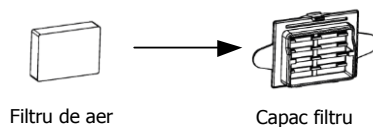

Fig. 19-7
(1) Atașați filtrul de aer de capul filtrului, așa cum se arată în Fig. 19-7.